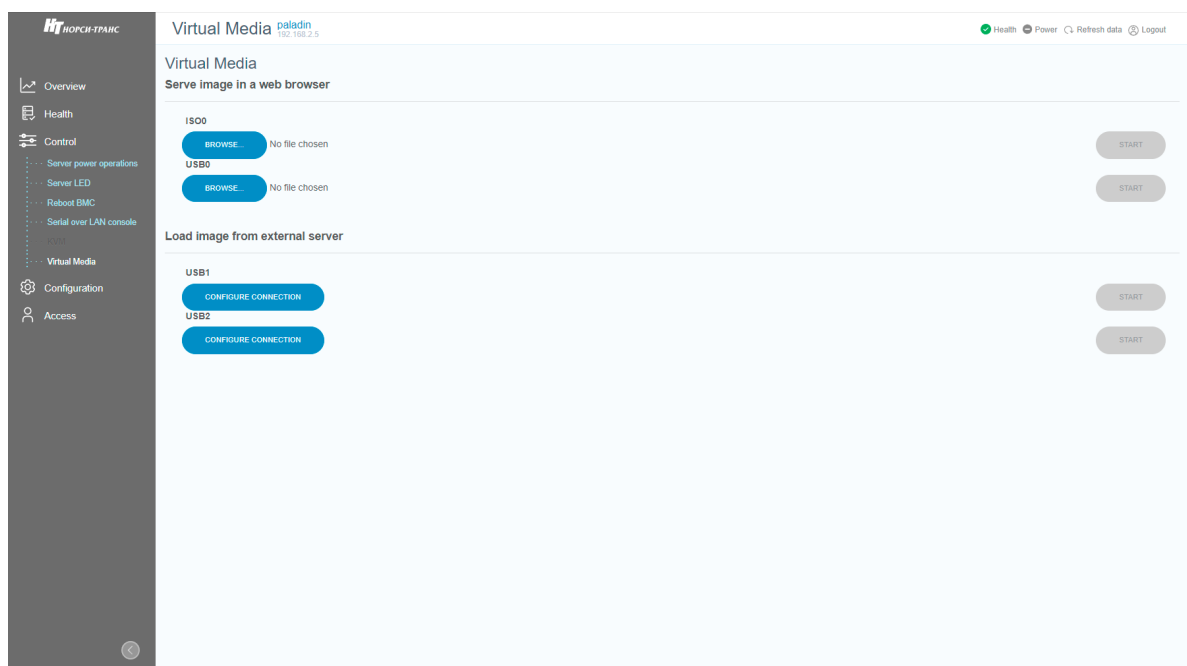

Рис. 77. Окно «Virtual Media»
- 7) Пройдите во вкладку «Control» → «Virtual Media» в данной вкладке осуществляется виртуальное подключение периферийных устройств. Окно показано на рис. 77 Окно «Virtual Media»